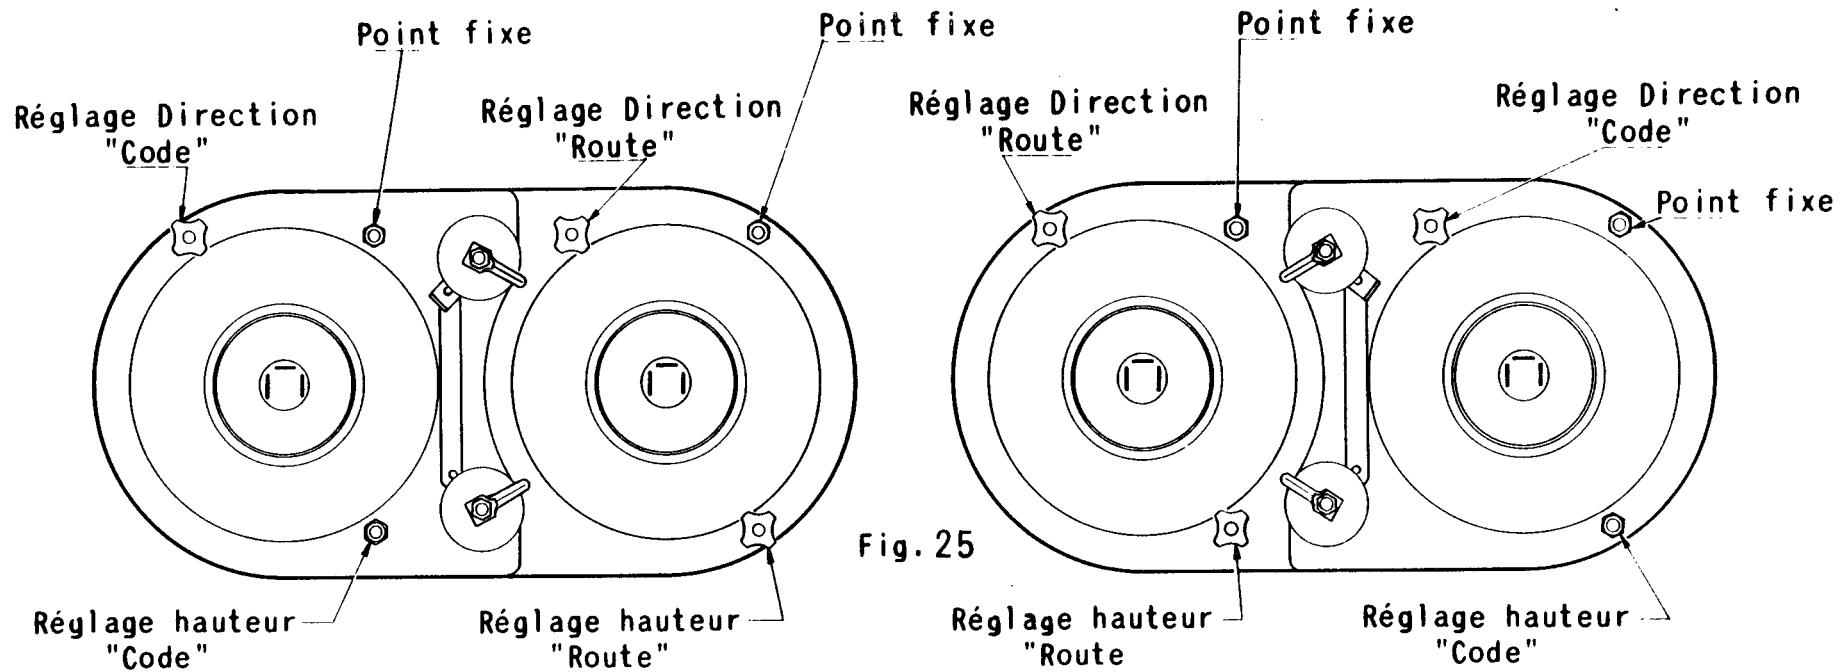

Fig. 25
7283 - VERIFICATION et REGLAGE des PHARES (**Projecteurs double optique**) (Fig. 25 et 26)
2) **Orientation des blocs optiques** (Fig. 25)